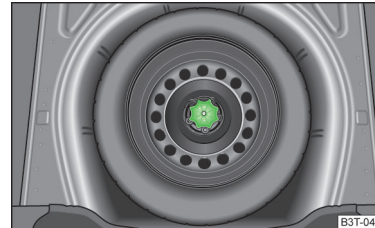

Abb. 135
Das Reserverad befindet sich in einer Mulde unter dem Bodenbelag im Gepäckraum und ist mit einer Spezialmutter befestigt » Abb. 135.
- Die Mutter » Abb. 135 entgegen dem Uhrzeigersinn herausschrauben.
- Die Mutter » Abb. 135 im Uhrzeigersinn einschrauben, bis das Rad sicher befestigt ist.